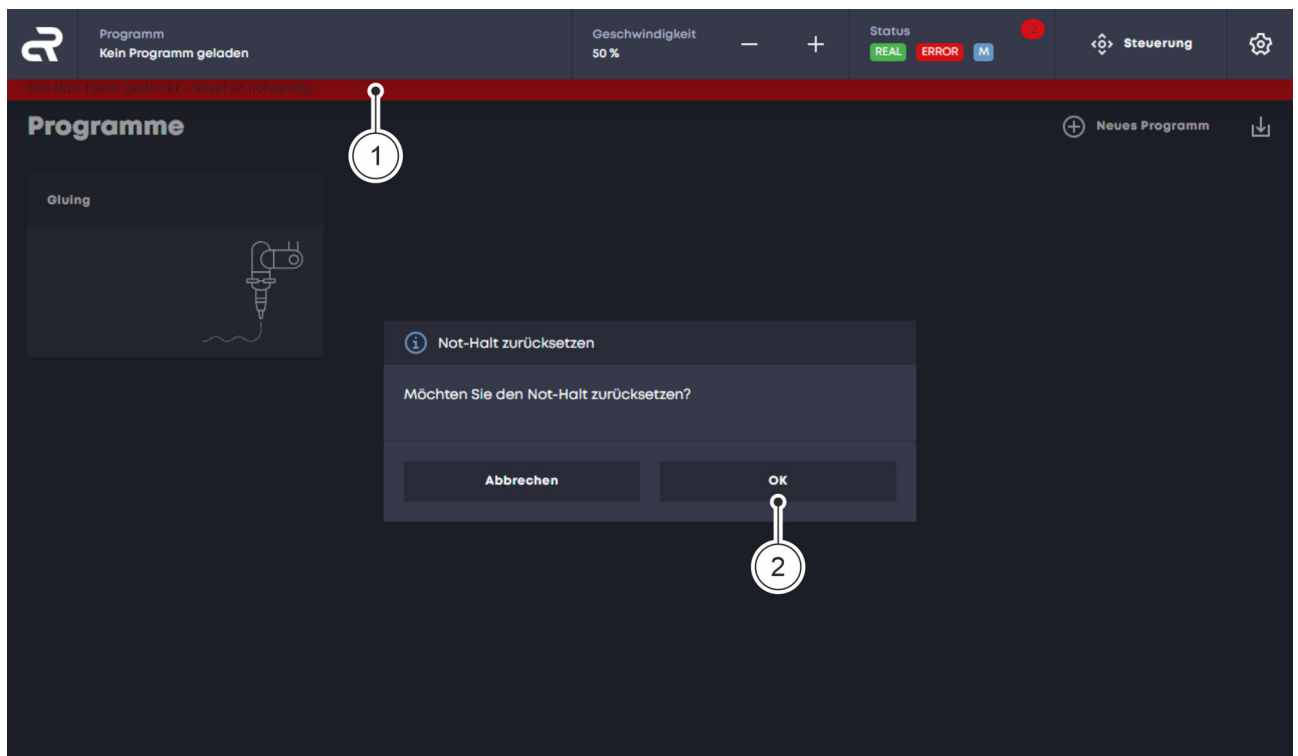

Abb. 33 Statusmeldung Not-Halt quittieren
Dazu auf die Statusmeldung Abb. 33 / ① klicken und die Abfrage mit „OK“ Abb. 33 / ② bestätigen.